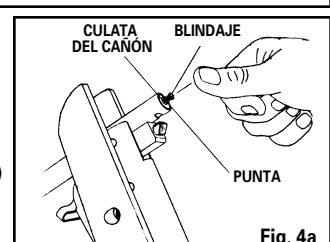

Fig. 4a
- Con el cañón en la posición abierta, coloque un perdigón, con la punta hacia adelante, en la culata del cañón (Fig. 4a). Asegure que el blindaje del perdigón esté a ras con la cara de la culata del cañón.